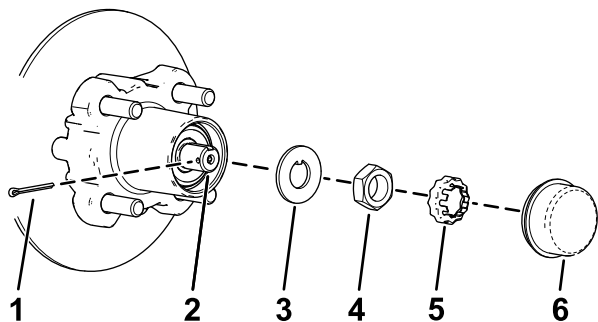
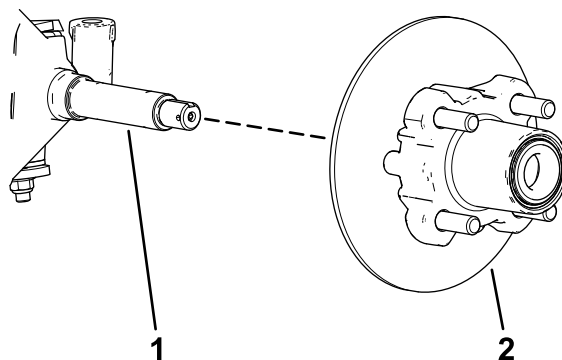

Figura 36
Figura 37
4. Retire el tapón guardapolvo del cubo (Figura 36).
5. Retire la chaveta y el retén del eje/tuerca del eje (Figura 36).
6. Retire la tuerca del eje, y separe el conjunto de cubo y rotor del eje (Figura 36 y Figura 37).